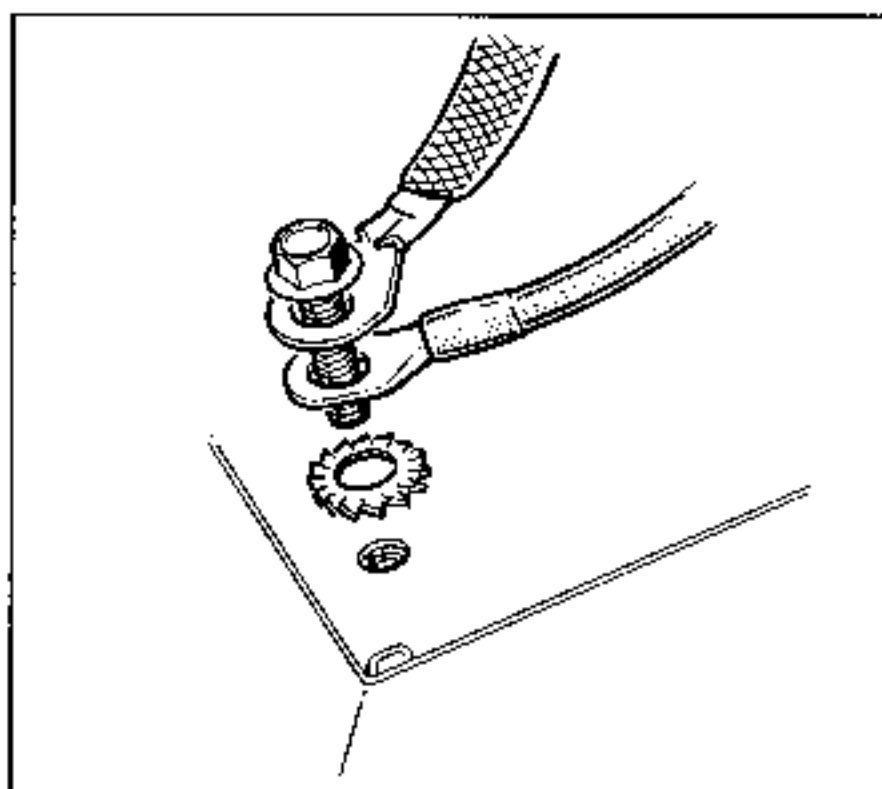

Fig. 2
- Passer le câblage derrière l'équerre de tablette, au-dessus de la chapelle et la raccorder avec la vis de fixation de la tresse de masse antiparasitage. Respecter l'ordre d'empilage. Préconiser (Fig. 2).